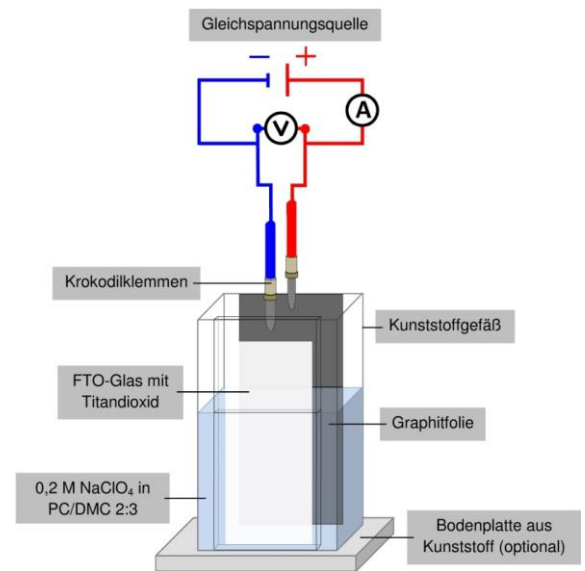

Abb. 1: Schematischer Aufbau eines Natrium-Ionen-Akkumulators
**Durchführung:** Es werden 40 mL (ca. 2,5 g auf 100 mL Lösungsmittel im Volumenverhältnis 2 Teile PC, 3 Teile DMC; entspricht eine ungefähr 0,2 molaren Lösung) der Elektrolytlösung in das Kunststoffgefäß gegeben. Der Versuch wird wie in Abb. 1 dargestellt, aufgebaut. Die Graphitfolie wird im Vorfeld mit Aceton gereinigt und als + Pol, das mit Titandioxid beschichtete FTO-Glas als - Pol geschaltet. Zum Laden legt man eine Spannung von ungefähr 4,6 V an.